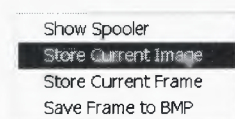

Рисунок 134
- начните перенос при помощи иконки **Сохранить цикл** –  – в группе **Документация** в рабочем окне. Альтернативно, можно выбрать эту функцию из рабочего окна с единичным изображением, кликнув правой кнопкой по области изображения (используя сенсорную панель), а затем выбирая **Сохранение текущего изображения** (см. рисунок 134);